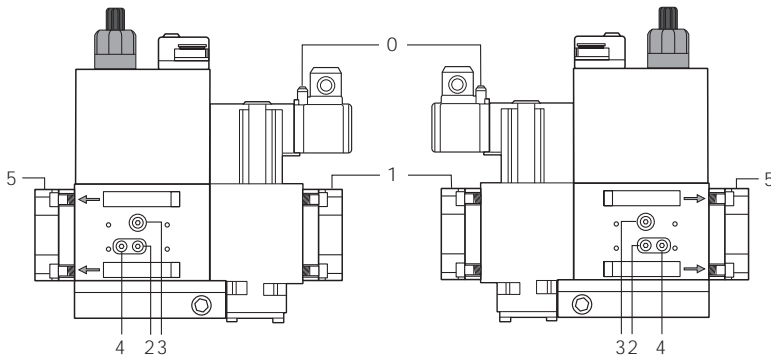
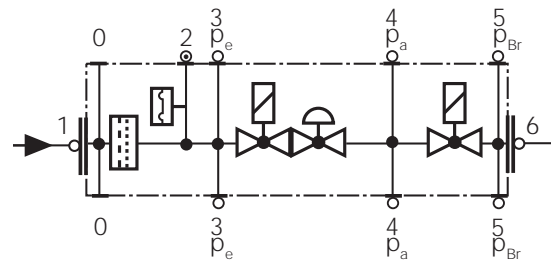

Fig. 54
Fig. 55
- Reinigen oder ersetzen Sie den Filter, wenn der Druckunterschied zwischen den Punkten 1 und 2 (Fig. 54-Fig. 55) $\Delta p > 10$ mbar beträgt.